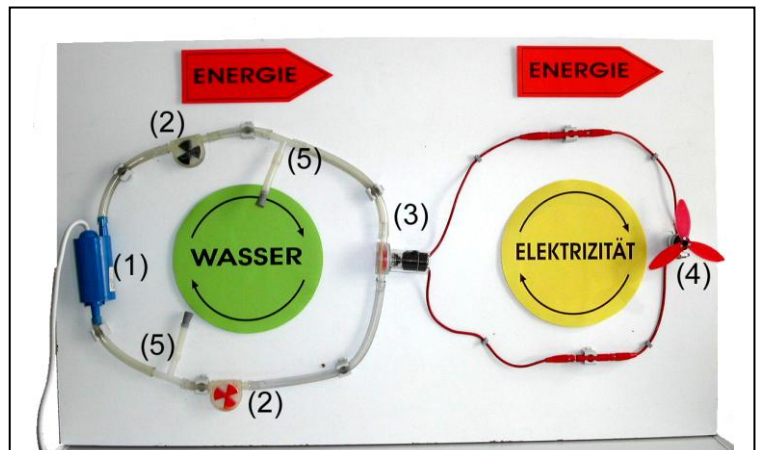

Abb. 1: hydraulischer Energie-Träger-Stromkreis
Beim vorhandenen Energie-Träger-Stromkreis (108.0700) wurde der hydraulische Stromkreis (Pumpe, Wassergenerator, Schläuche) (Abb.1) entfernt und durch das auch separat erhältliche Modul „Chemischer Energie-Träger-Stromkreis“ (108.0705) ersetzt, das aus Elektrolyseur (1), Brennstoffzelle (2) und Schläuchen besteht. Die Bezeichnungen H_2 und O_2 auf Elektrolyseur und Brennstoffzelle müssen beim Anschließen der Schläuche beachtet werden. Dabei ist darauf zu achten, dass die Schläuche an keiner Stelle geknickt sind! Mithilfe des dritten Schlauchs wird der „chemische Stromkreis“ geschlossen; dazu wird der H_2O -Ausgang der Sauerstoffseite der Brennstoffzelle mit dem für diesen Schlauch vorgesehenen Anschluss des Elektrolyseurs verbunden.
Voraussetzungen: Im Physikunterricht wurde ein allgemeiner Energiebegriff eingeführt: immer wenn sich etwas bewegt, wenn etwas geheizt wird, ... wird Energie benötigt, die Energie kommt immer irgendwo her, geht immer irgendwo hin. Außerdem wurden z.B. mithilfe des hydraulischen Energie-Träger-Stromkreises (Abb. 1) die Begriffe **Energie und Energieträger** differenziert und die zentralen Regeln formuliert:
Das Drehen des Propellers zeigt beim Energie-Träger-Stromkreis (Abb. 1) an, dass Energie übertragen wird, dass Energie vom Netzgerät zur Pumpe (1), zum Wassergenerator (3), zum Elektromotor (4) strömt. Von der Pumpe strömt die Energie mit dem Wasser bzw. mit dem Wasserstrom bis zum Wassergenerator, vom Wassergenerator dann mit der Elektrizität bzw. dem elektrischen Strom zum Lüfter. Für das Wasser bzw. die Elektrizität werden jeweils zwei Verbindungen (Schläuche bzw. Kabel) benötigt; Wasser und Elektrizität strömen im *Kreis*. Wasser und Elektrizität nehmen also einen *anderen Weg* als die Energie. Wasser und Elektrizität haben die Aufgabe eines „Energieträgers“: das Wasser wird in der Pumpe mit Energie beladen, es trägt die Energie zur „Turbine“ des Wassergenerators. Dort wird die Energie vom Wasser auf Elektrizität umgeladen. Das Wasser strömt zur Pumpe zurück, um dort von neuem mit Energie beladen zu werden. Entsprechend strömt die Energie vom Wassergenerator mit der Elektrizität zum Elektromotor des Lüfters... Weitere Ausführungen sind in [1] und in der Betriebsanleitung zum hydraulischen Energie-Träger-Stromkreis zu finden.